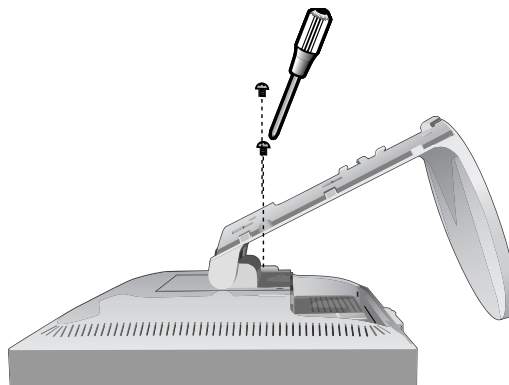

Figura M.3
3. Sitúe el monitor boca abajo en una superficie no abrasiva (**figura M.3**).
4. Retire los dos tornillos que unen el monitor al soporte (**figura M.3**).